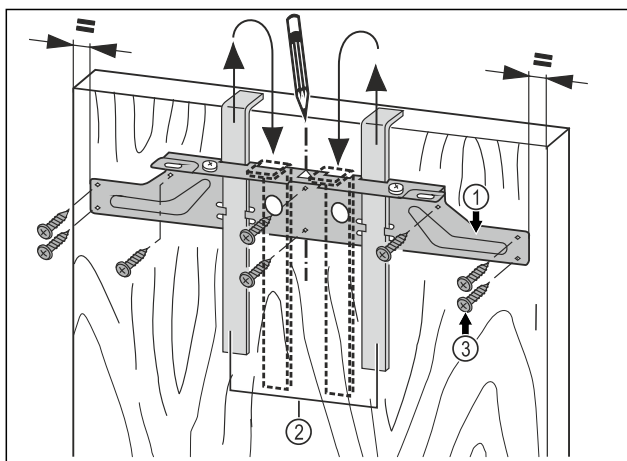

Fig. 45
- ▶ Varni traversën e mbërthimit Fig. 45 (1) me ndihmëse e montimit Fig. 45 (2) mbi anën e brendshme të derës së mobilies.
- ▶ Niveloni traversën e mbërthimit Fig. 45 (1) në mes të derës.
- ▶ Mbërtheni traversën e mbërthimit Fig. 45 (1) me të paktën 6 vida Fig. 45 (3).
- ▶ Mbërtheni traversën e mbërthimit Fig. 45 (1) me 4 vida Fig. 45 (3) në anë.
- ▶ Nxirrni jashtë ndihmëset e montimit Fig. 45 (2) nga lart dhe futini të rrotulluara në vrimat e futjes që gjenden anash.